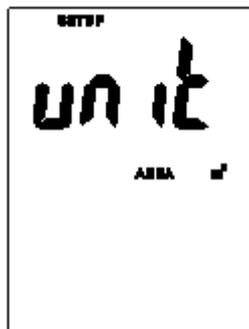

Figura 2
1. Quando il termometro si trova nella modalità di configurazione, prema  o  perché appaia la unità dell'area della opzione della configurazione (vedere Figura 2).